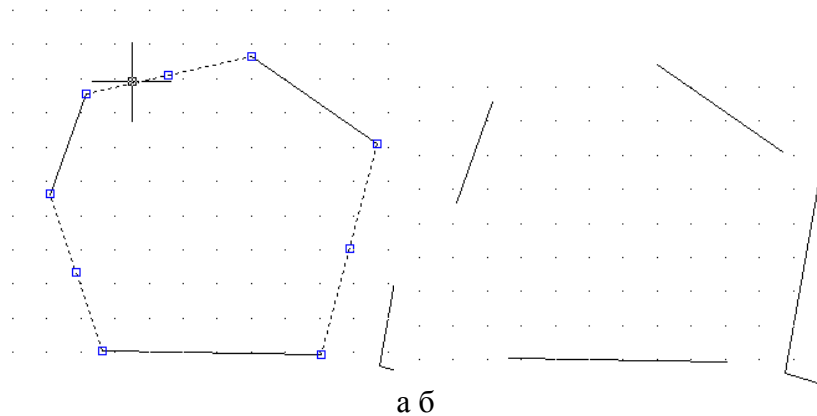

Рис. 8
- выделите несколько отрезков, щелкнув по ним курсором, отрезки подсветятся, у них появятся маркеры. Запомните, что эти маркеры называются **ручками**. Этот термин часто встречается в литературе (рис. 8, а);
- затем нажмите клавишу **Delete**, отрезки будут удалены (рис. 8, б);